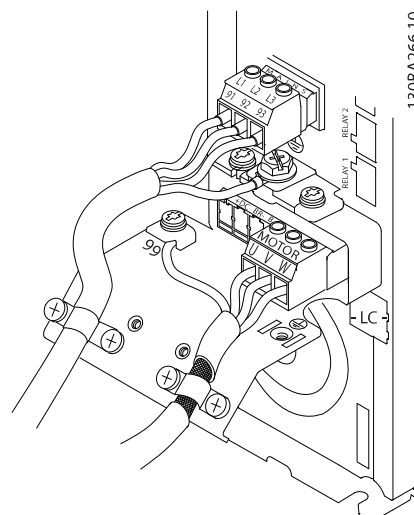

Ilustración 2.8 Cableado de motor, red y toma de tierra para bastidores de tamaño A.
*Ilustración 2.8*, *Ilustración 2.9* y *Ilustración 2.10* representan la entrada de red, motor y toma de tierra para convertidores de frecuencia básicos. Las configuraciones reales pueden variar según los tipos de unidades y el equipo opcional.